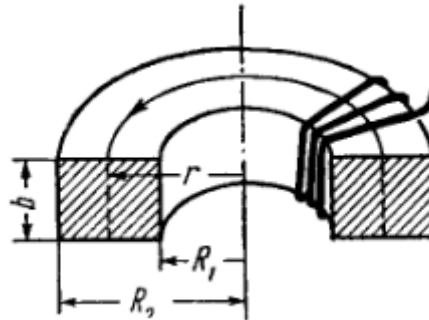

Рисунок 7 – Тороидальная катушка прямоугольного сечения.
- 22.** Дана тороидальная катушка с прямоугольным сечением (рис. 7) с числом витков $n=200$, $\mu=50$, $R_1=8$ см, $R_2=12$ см, $b=8$ см. Найти индуктивность катушки.